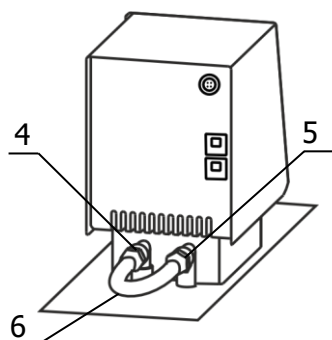

Рисунок 3 — Установка перемычки
2.2.4 Соединить входной 4 и выходной 5 штуцеры насоса блока регулирования при помощи шланга-перемычки 6 (рисунок 3) и закрепить хомутами из комплекта поставки блока регулирования.